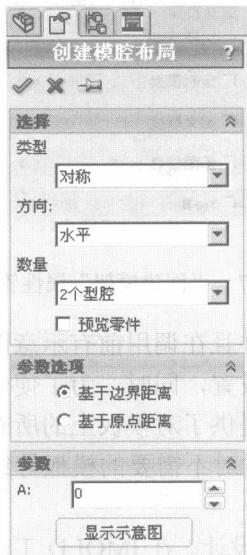

图 1-4 “创建模腔布局”属性管理器
(1) 布局设计系统。在 IMOLD 工具栏中单击 (模腔布局) 按钮，弹出快捷菜单。单击“创建模腔布局”命令，弹出如图 1-4 所示的“创建模腔布局”属性管理器。